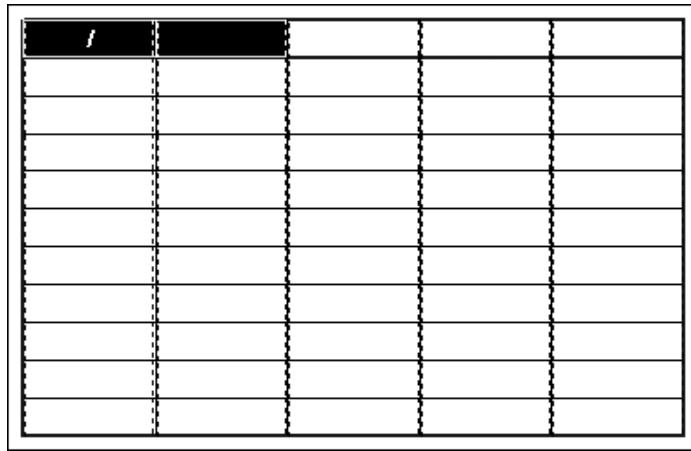

Рис. 5.65. Результат выделения мышью первой и второй ячеек заголовка
- выделите мышью (путем протаскивания мыши при нажатой левой кнопкой мыши) первую и вторую ячейки заголовка для их объединения (рис. 5.65);